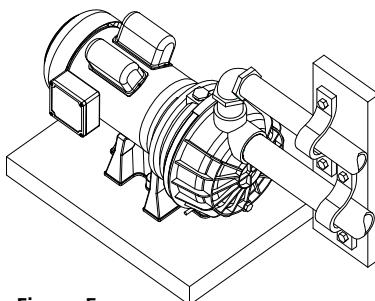

Figure 5
2. Supporter tous les tuyaux connectés à la pompe (Voir Figure 5).